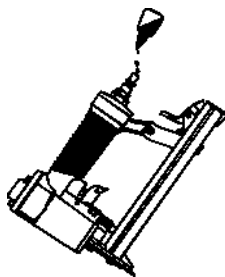

Abb. 3
1. Kontrollieren, ob das Werkzeug geschmiert werden muss. Wenn nötig zwei Tropfen Öl in den Druckluftanschluss geben, siehe Abb. 3. Bei der Verwendung der Schmiereinheit muss kontrolliert werden, ob Öl nachgefüllt werden muss.